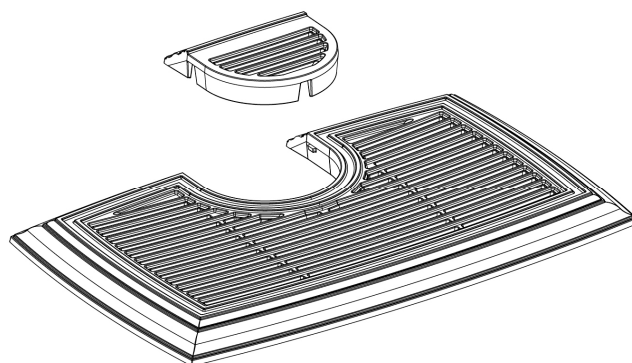

Figure 6b. Plaque demi-lune supérieure.
4. Après avoir réinstallé le panneau de convection supérieur et la plaque du dessus de poêle, insérez la plaque demi-lune supérieure dans l'ouverture de sortie de la plaque du dessus de poêle. Voir fig. 6b.